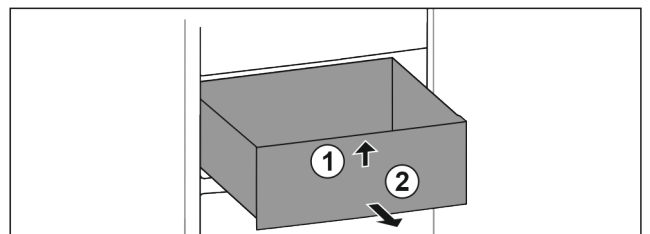

Fig. 96
- ▶ Підняти висувний ящик спереду. Fig. 96 (1)
- ▶ Вийняти висувний ящик рухом вперед. Fig. 96 (2)